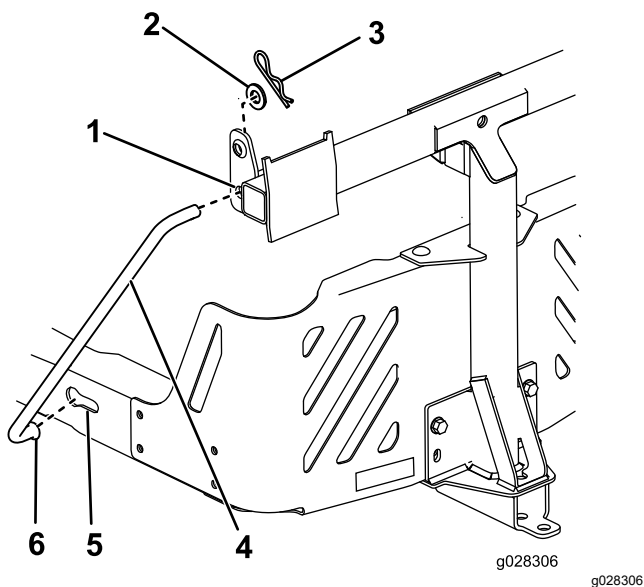

Figure 13
4. Placez l'extrémité évasée et coudée d'une tige dans le trou à détrompeur sur le côté gauche du cadre de la machine, et déplacez la tige vers l'arrière pour l'enclencher dans le cadre (Figure 13).
5. Insérez les extrémités coudées des tiges dans le support de fixation d'accessoire, comme montré à la Figure 13, et fixez-les avec une rondelle et une goupille fendue.